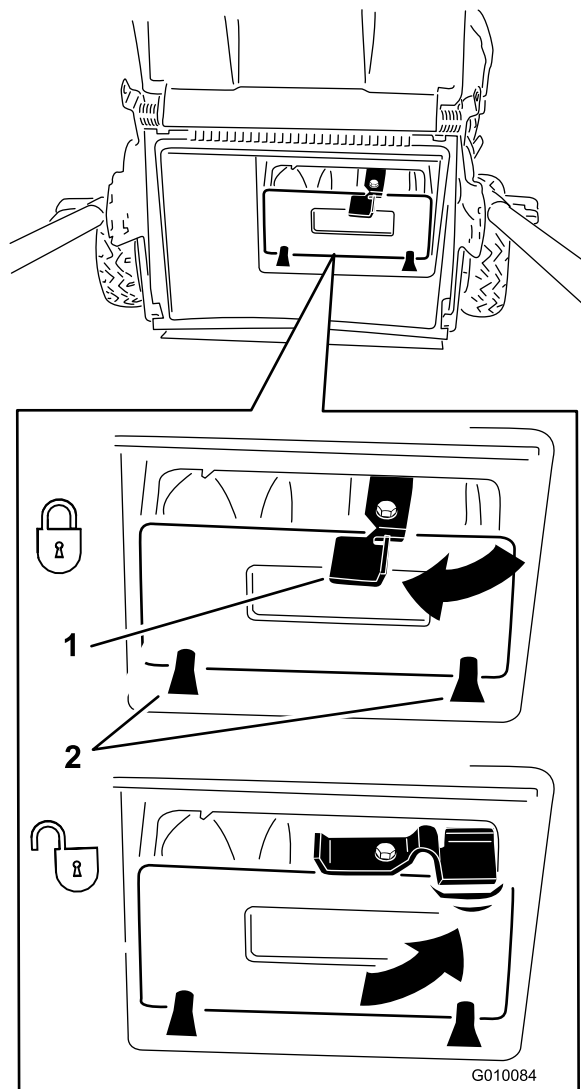

Figuur 26
4. Monteer de achterste afsluiter (Figuur 26).